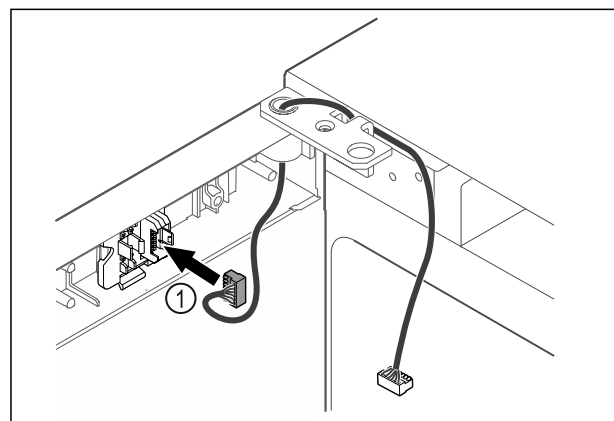

Fig. 49
- ▶ Stecker Fig. 49 (1) in Steckerhalterung einstecken.